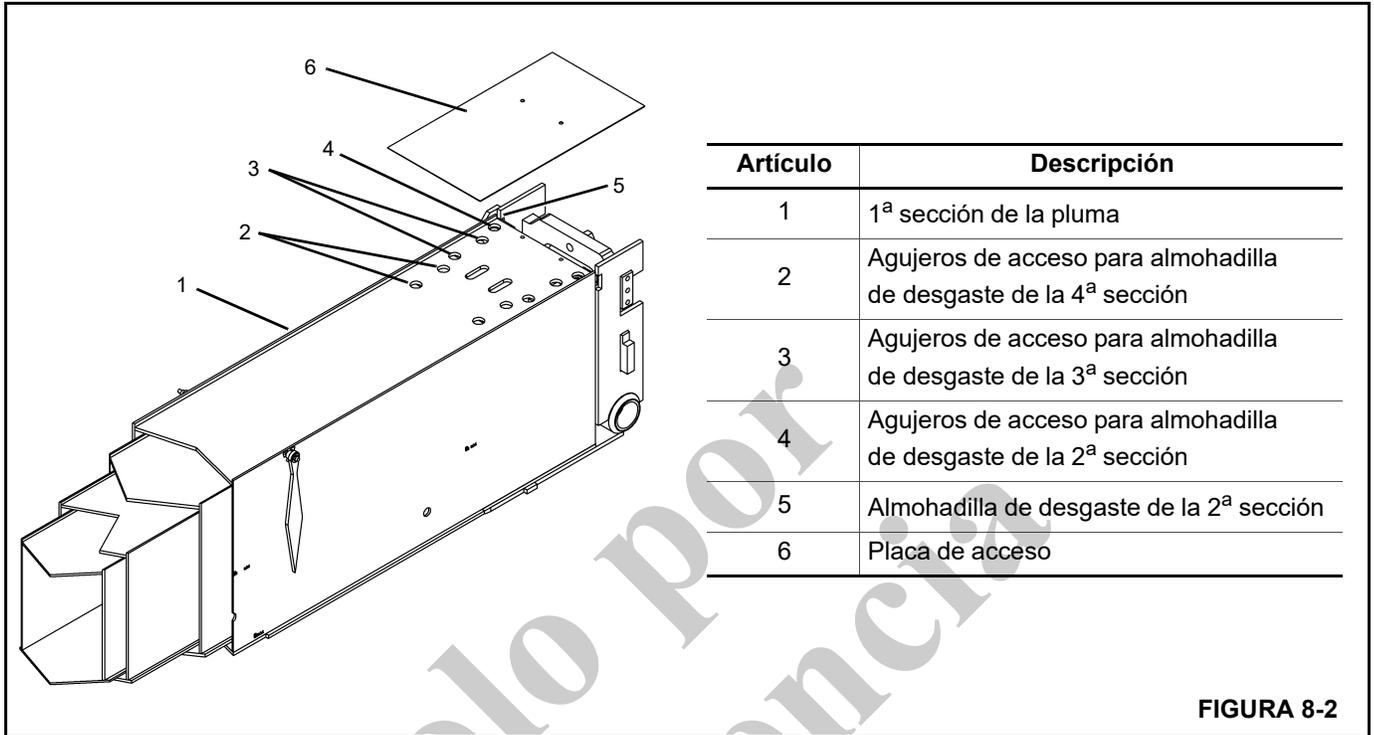

FIGURA 8-2
2. Con la pluma plenamente retraída, saque la placa de acceso (6) ubicada en la parte superior trasera de la 1a sección (Figura 8-2).
3. Aplique grasa a las almohadillas de desgaste de la 2a sección a través de los agujeros de acceso (4) de la 1a sección con una pistola engrasadora (Figura 8-2).
4. Extienda la pluma para alinear los agujeros de acceso de la 2a sección (3) con las almohadillas de desgaste de la 3a sección. Aplique grasa a las almohadillas de desgaste de la 3a sección usando una pistola engrasadora.
5. Extienda la pluma para alinear los agujeros de acceso (2) de la 3a sección con las almohadillas de desgaste de la 4a sección. Aplique grasa a las almohadillas de desgaste de la 4a sección usando una pistola engrasadora.